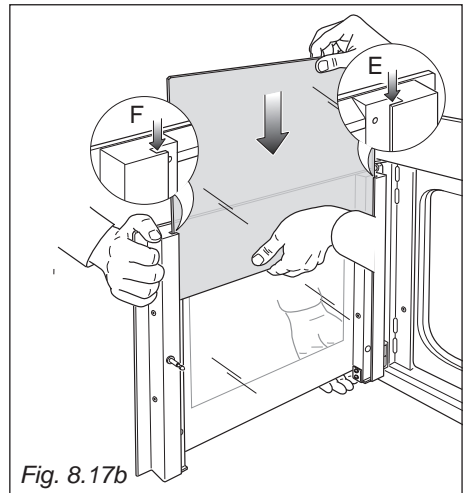
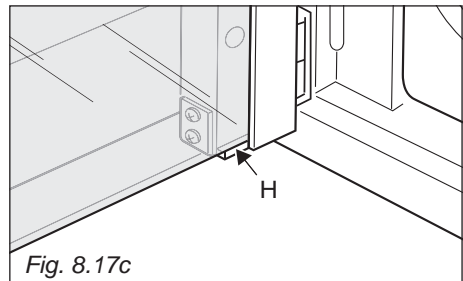

Fig. 8.17b
Fig. 8.17c
- Entretemps qu'une personne saisit solidement la porte du four, une autre personne doit insérer la vitre dans les rails de guidage gauche "E", et droit, "F" (fig. 8.17b), et faites-la glisser en douceur jusqu'aux butées "H" (fig. 8.17c). Un rassemblement forcé de verre pourrait causer des dommages aux charnières de la porte.